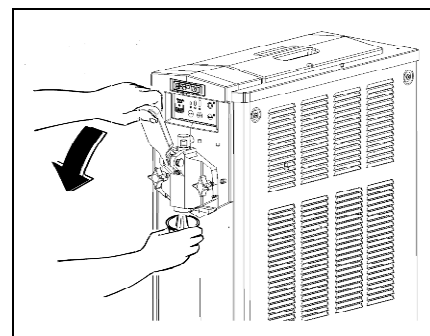

Fig. 5
- **V**ider le cylindre et répéter les mêmes opérations jusqu'à ce soit que l'eau qui sorte soit limpide (fig.5).